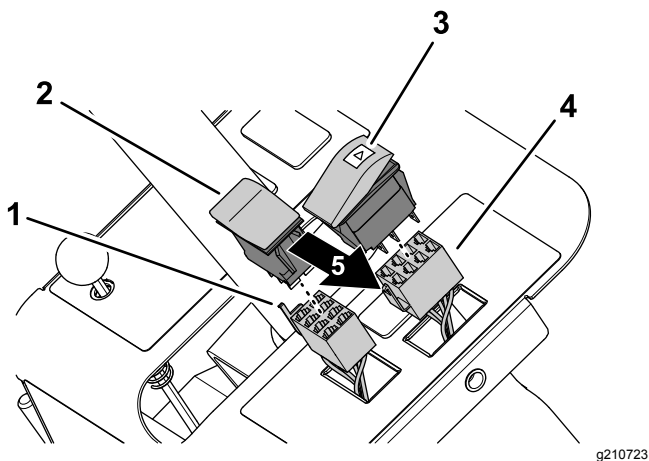

Figure 6
3. Branchez l'interrupteur à bascule (2-positions – interrupteur des feux de détresse avec triangle) au connecteur à 8 douilles du faisceau de la plate-forme étiqueté HAZARD SWITCH (Figure 6).
4. Dirigez le triangle de détresse vers l'avant et insérez l'interrupteur dans l'ouverture du panneau de la tour de direction jusqu'à ce qu'il s'enclenche solidement dans le panneau (Figure 6).
5. Branchez l'interrupteur à bascule (3-positions – commande des clignotants) à l'autre connecteur à 8 douilles du faisceau de la plate-forme (Figure 6).
6. Dirigez la partie longue de l'interrupteur des clignotants vers le côté droit de la machine et insérez l'interrupteur dans l'ouverture du panneau de la tour de direction jusqu'à ce qu'il s'enclenche solidement en place (Figure 6).